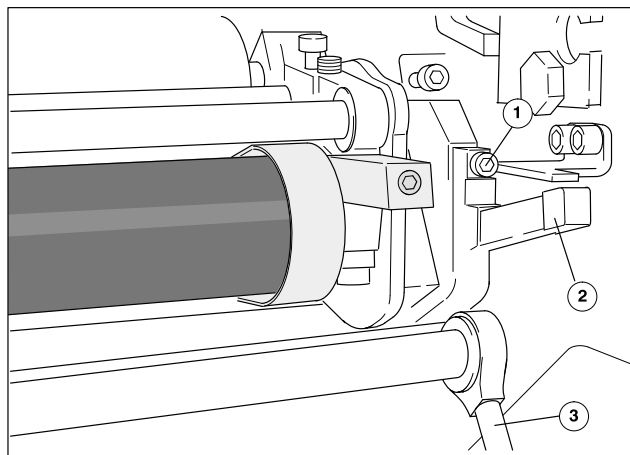

図25 湿し装置の取り外し
- ② 湿し装置を取り外す前に、横振りローラが操作側の反転位置に達するまで、印刷機を寸動します。
- ③ 湿し装置の前のガードを開きます。
- ④ 付属のホルセットレンチで、駆動側と操作側のスイベルレバーのネジ(図25/①)を緩めます。このネジはレバーから取り外せません。
- ⑤ 操作側と駆動側のスイベルレバー(図25/②)を下に倒します。
- ⑥ 湿し装置を少し後ろに傾けて、印刷機から取り出します。